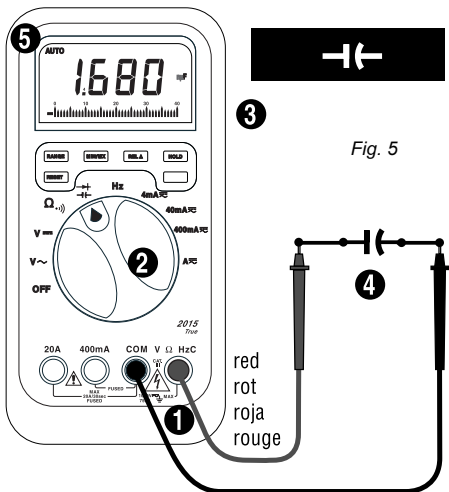

Fig. 5
## **CAPACITANCE MEASUREMENTS (See Fig. 5)**
Discharge all voltage from the capacitor before measurement. A safe way to discharge a capacitor is to connect a  $100\text{ k}\Omega$  resistor across the two capacitor leads. ❶ Connect test leads as shown in figure 5. ❷ Set the Function/Range switch to the  $\rightarrow\leftarrow$  range. ❸ When measuring electrolytic capacitors, observe correct polarity (connect the COM test lead to the negative capacitor lead marked  $-$ ). ❹ Read the capacitance value on the display.
### **D • Kapazitätsmessung (siehe Fig 5)**
### **E • Medidas de Capacidad (vea Fig. 5)**
### F • Mesure de Capacité (voir fig. 5)
- Déchargez le condensateur (à travers une résistance de 100k  $\Omega$ ). ❶ Connectez les cordons comme indiqué en figure 5. ❷ Placez le sélecteur sur  $\rightarrow \text{---} \leftarrow$  (respectez la polarité pour les condensateurs électrolytiques). ❸ Lisez la valeur.